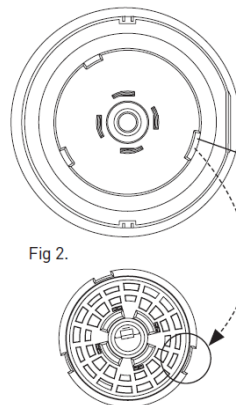

Fig. 2.
**NOTA:** se si utilizza uno dei sensori opzionali (venduti separatamente), rimuovere il coperchio anteriore centrale ruotandolo in senso antiorario e tirandolo via. Installare il sensore, avendo cura di allineare il dente di bloccaggio più grande con la corrispondente fessura sul prodotto (Fig. 2).
**NOTE:** If using one of the optional sensors (sold separately), remove the central front cover by rotating anti-clockwise and pulling away. Install the sensor, taking care to align the larger locking tooth with the corresponding slot on the product (Fig. 2).